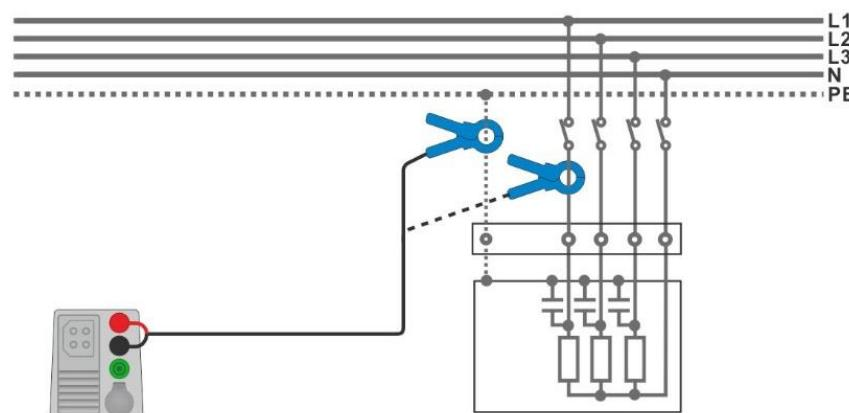

Fig. 4.87: PE lækage og belastningsstrøms måling
- Forbind strømtangen til objektet der skal testes, se **Fig 4.87**